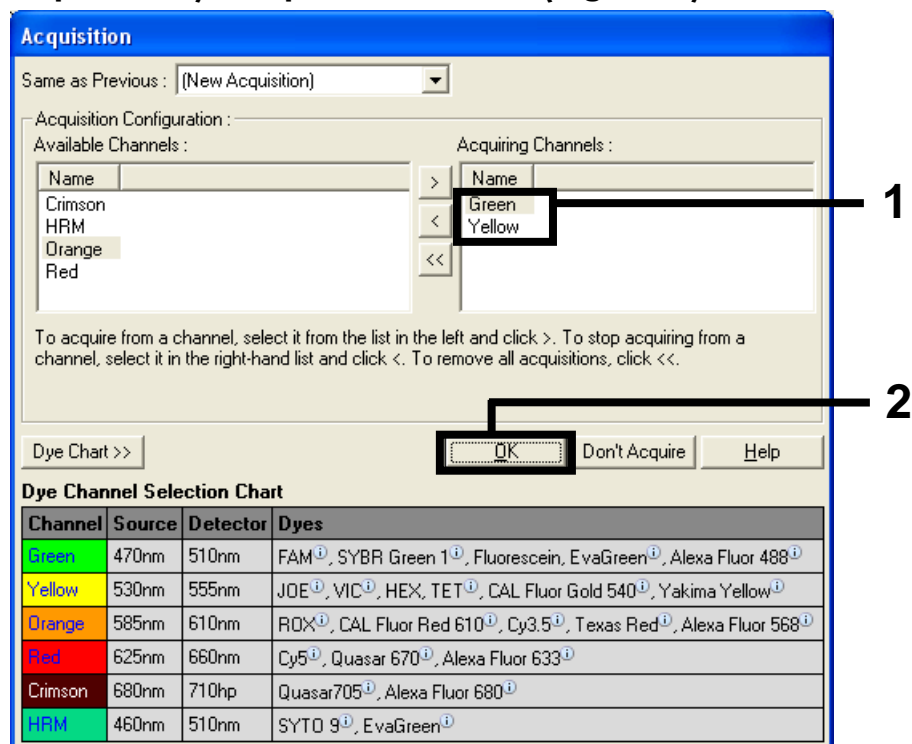

Figure 8. Acquisition à l'étape du cycle à 60 °C.
Réglage des canaux de fluorescence	Figures 8 à 12
11. Régler Green (vert) et Yellow (jaune) comme « Acquiring Channels » (canaux d'acquisition) en sélectionnant le bouton « > » pour les transférer depuis la liste « Available Channels » (canaux disponibles). Cliquer sur « OK » (Figure 8).